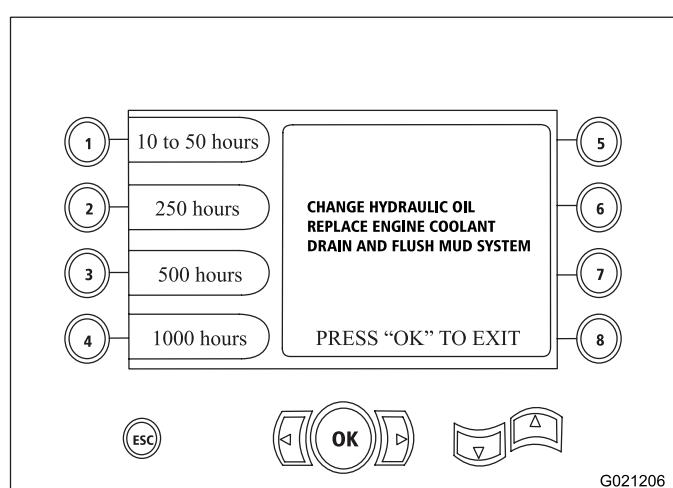

Figura 27
- Botão 4 – programação de manutenção de 1.000 horas (Figura 27)